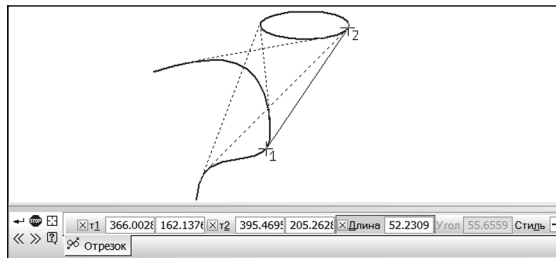
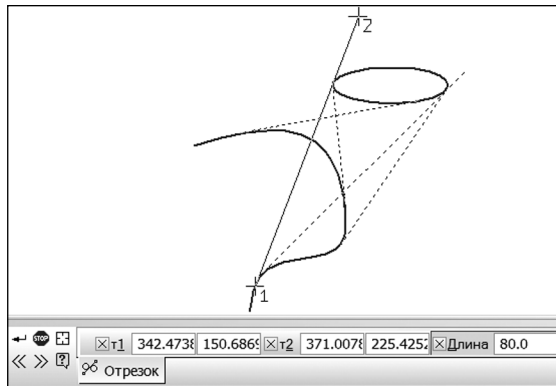

Рис. 10.20. Команда «Отрезок, касательный к двум кривым»
Рис. 10.20.1. Смещение отрезка относительно второй точки касания
- Кнопка **Отрезок, касательный к двум кривым**  предназначена для построения касательных отрезков (касательно к 2 кривым). Для построения касательного отрезка необходимо последовательно указать 2 разных кривых, по которым будет строиться этот отрезок. В некоторых случаях программа может предложить несколько вариантов построения отрезков (рис. 10.20). Для выбора одного из них или всех вместе необходимо использовать кнопки **Предыдущий** или **Следующий** объект  или, указывая мышкой на каждый нужный вариант, нажимать левую кнопку мыши. Если выбрать первую и вторую кривые и задать конкретную длину отрезка, то появляется возможность строить касательный отрезок, вторая точка которого может не лежать на второй кривой (рис. 10.20.1).